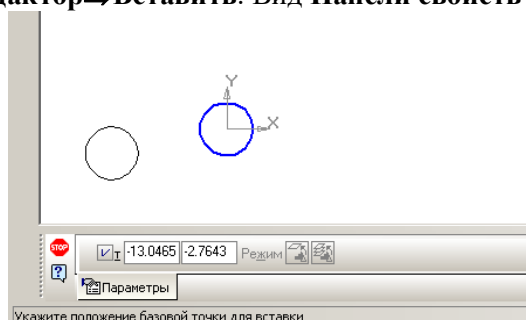

Рис. 8.2.
- 4) выполните команду **Редактор**⇒**Вставить**. Вид **Панели свойств** показан на рис.8.2;